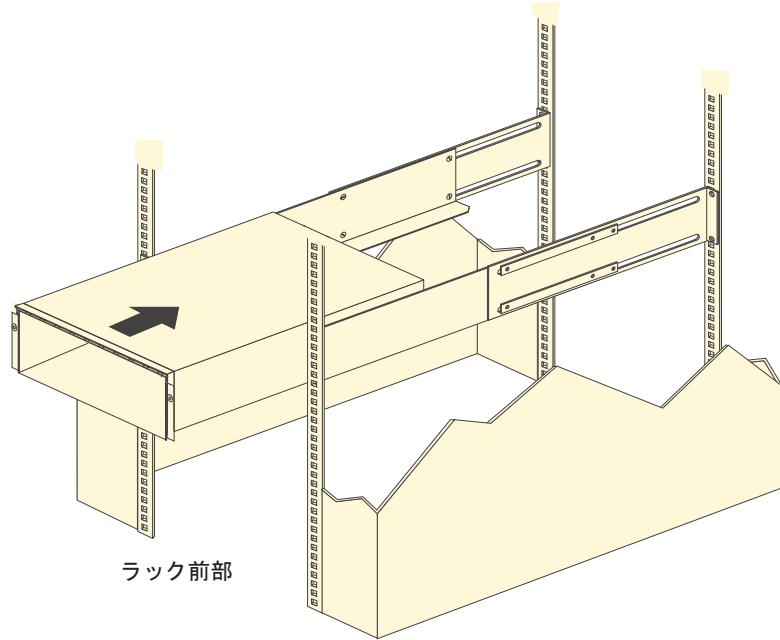

図 19. DS5020 の取り付け
- b. もう 1 人の手を借りて、ストレージ・サブシステムの後部をサポート・レールの上に乗せ、47 ページの図 19 に示すようにユニットをスライドさせてラックに入れます。